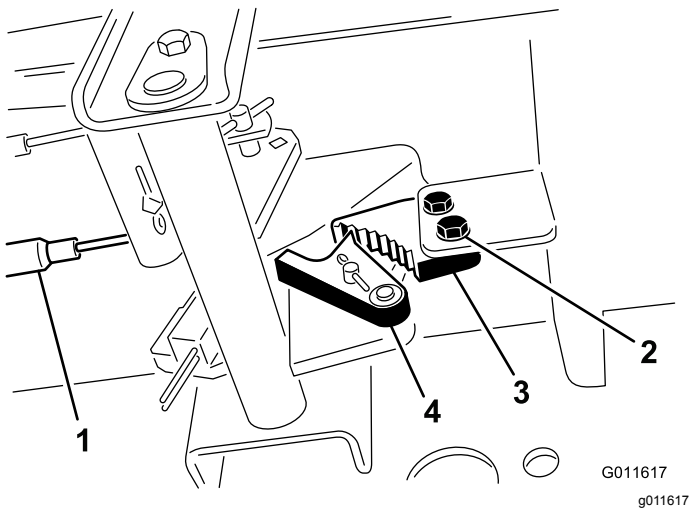

Bild 96
1. Lösen Sie die zwei Schrauben, mit denen die Sperre der Feststellbremse am Rahmen befestigt ist (Bild 96).
2. Drücken Sie das Pedal der Feststellbremse nach vorne, bis die Bremsenarretierung ganz an der Bremssperre greift (Bild 96).